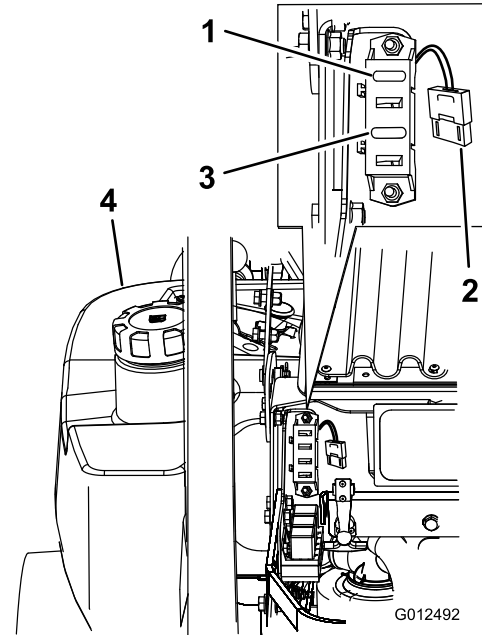

Bild 55
1. Entriegeln Sie die Motorhaube und heben Sie sie an, um die Sicherungsfassung zugänglich zu machen (Bild 55).
3. Setzen Sie eine neue Sicherung ein (Bild 55).